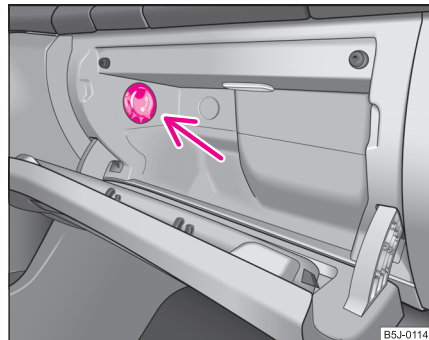

Abb. 81 Ablagefach:
- Mit dem Drehschalter → Abb. 81 schalten Sie die Kühlung ein bzw. aus.